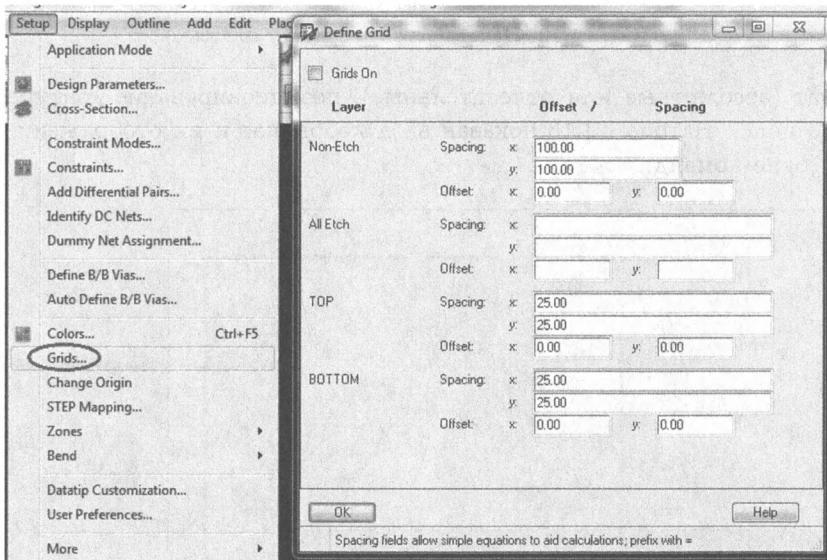

Рис. 21.11. Установка параметров сеток
**Примечание.** Расстояние по размеру сетки по умолчанию для координат X и Y в редакторе печатной платы составляет 25 мил каждый. Чтобы просмотреть интервал сетки, выберите Setup > Grids. Можно также на вкладке Design Parameter Editor нажать кнопку Setup Grids. Появится диалоговое окно Define Grid. Установите нужные значения и нажмите OK (рис. 21.11).